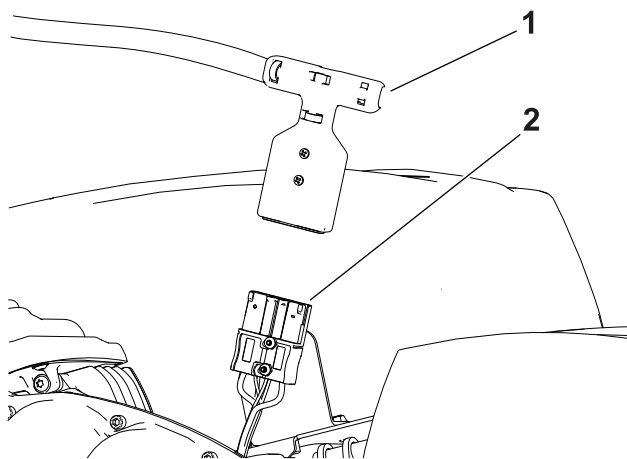

Figura 34
5. Deconectați bateria prin deconectarea conectorului mânerului T de la nivelul conectorului principal de alimentare electrică (Figura 34).